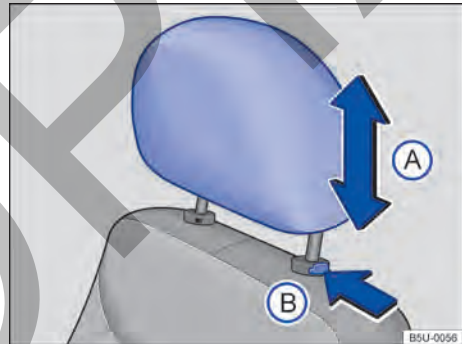

Fig. 60 Apoyacabezas delanteros: ajustar.
- Empuje el apoyacabezas hacia arriba o hacia abajo en el sentido de la flecha → **fig. 60 (A)** → **▲** en *Introducción al tema* de la pág. 72.